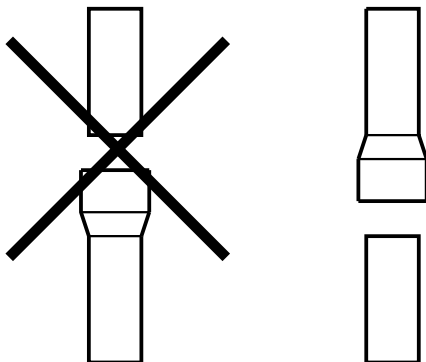

Fig. 5.5.2
- Die Rohre müssen mit der Muffe nach unten angeschlossen werden, damit kein Rauch bzw. Kondenswasser (Dichtung vorsehen) austreten kann (Abb. 5.5.2).
- les tuyaux doivent être raccordés de telle sorte que le raccord femelle se trouve en bas pour garantir la tenue aux fumées et à la condensation; à cet effet doivent également être appliquées des garnitures au niveau des jonctions (Fig. 5.5.2).
- the pipes must be connected with a female fitting downwards to guarantee it is smoke and condensate tight with a seal (Fig. 5.5.2).